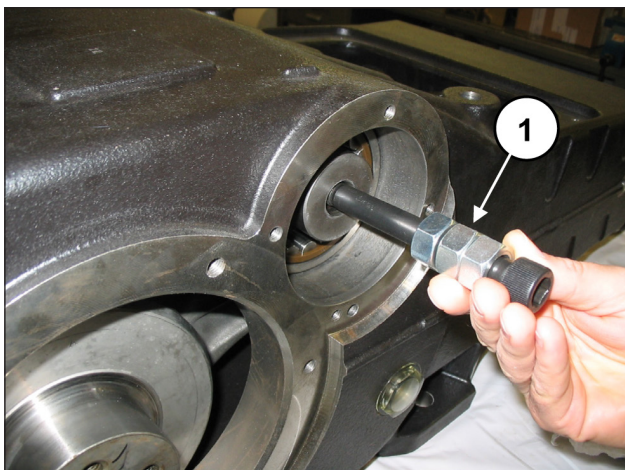

Fig. 56
Para agilizar a inserção completa do eixo PTO no interior do rolamento, use um parafuso M16 a aplicar na extremidade do eixo a ser inserido, com o objetivo de manter elevado o mesmo eixo (pos. ①, Fig. 56).